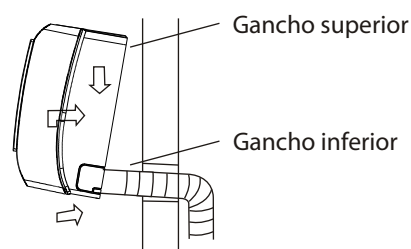
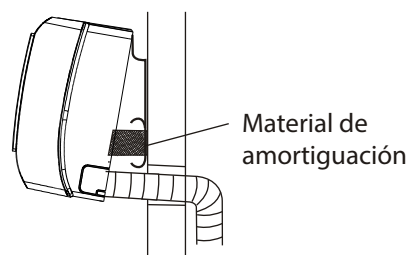

Fig.9
Fig.10
2. Coloque el gancho superior en la parte trasera de la evaporadora en el gancho superior de la placa de instalación, mueva la evaporadora de lado a lado para ver que está bien enganchada. (ver Fig.9 & Fig.10).